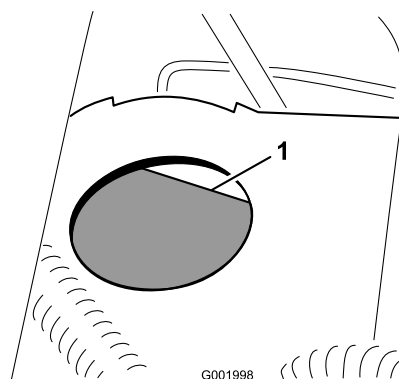

Figura 63
- El nivel de líquido debe llegar a la línea Lleno del depósito (Figura 63).